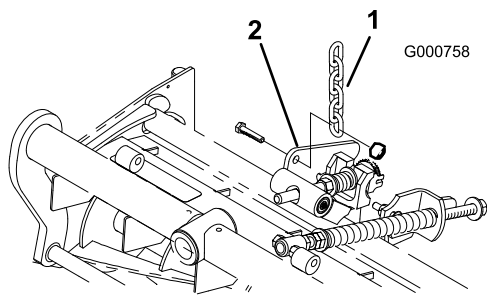

Figure 6
12. Retirez l'écrou qui fixe le support du ressort de compensation à la languette du stabilisateur du plateau de coupe (Figure 6). Insérez la chaîne de basculement sur la vis et fixez l'ensemble avec l'écrou retiré précédemment.